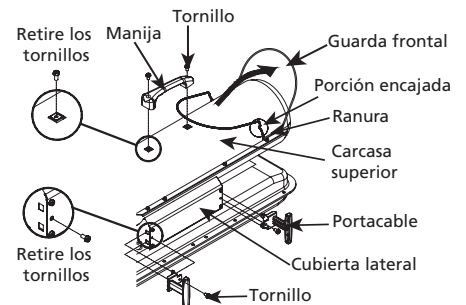

Figura 7 – Instalación del Asidero y el Enrolla Cable en los Modelos 3VE48G y 3VE49G Únicamente
3. Alinee los orificios en el alojamiento superior con los dos agujeros de montaje en el asidero, como se muestra en la Figura 7.
5. Inserte el enrolla cable en los agujeros rectangulares en el soporte, alinee el agujero de montaje en la cubierta lateral como se muestra en la Figura 7.